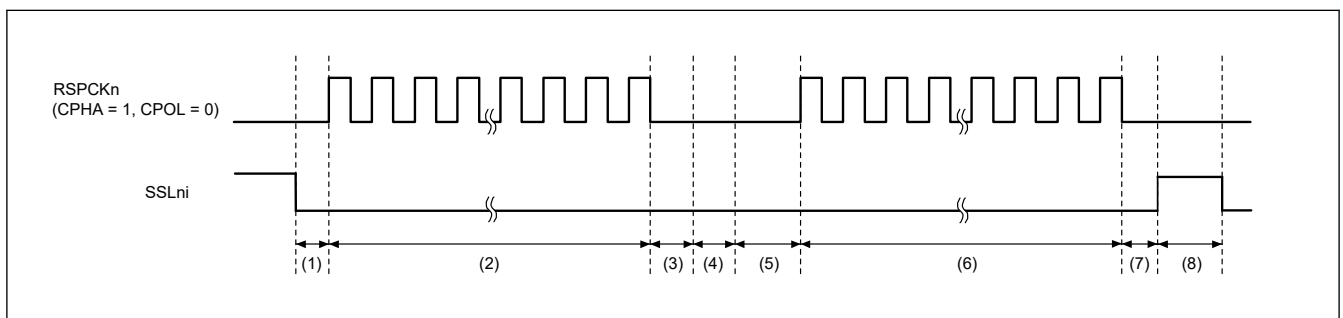

図 33.60 SSLKP ビットを利用したバースト転送の動作例 (BFDS = 0、SPFRF = 0)
図 33.60 に、SPCMD0 および SPCMD1 レジスタの設定値を使用してバースト転送を実現した場合の SSLni 信号の動作例を示します。以下では、図 33.60 に示す (1)~(8) の SPI 動作内容について説明します。SSLni 出力信号の極性は、SPI SSLni 信号極性ビット (SPCR3.SSLiP) (i = 0~3) の設定値で決まります。